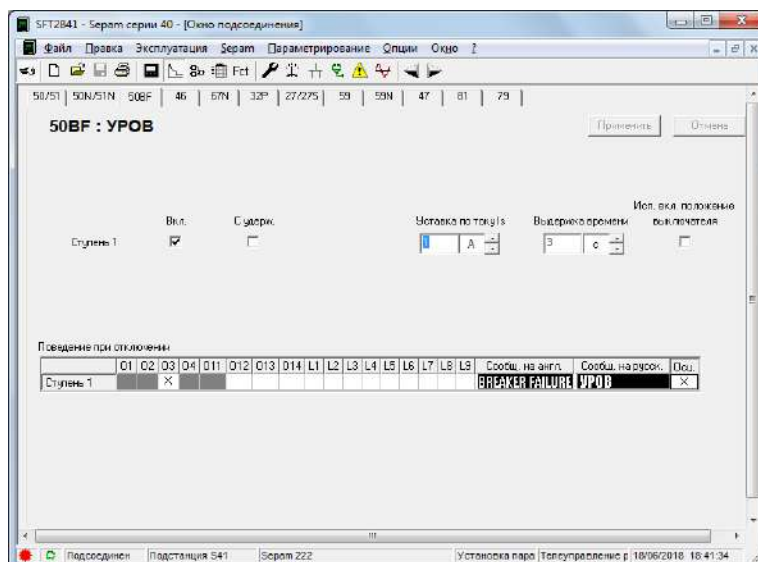

Рисунок 6.6 – Окно «50BF уставки устройства резервирования отказа выключателя»
10. На иконке  панели инструментов расположены параметры уставок, на вкладке 50BF расположены уставки устройства резервирования основного выключателя (рис. 6.6).